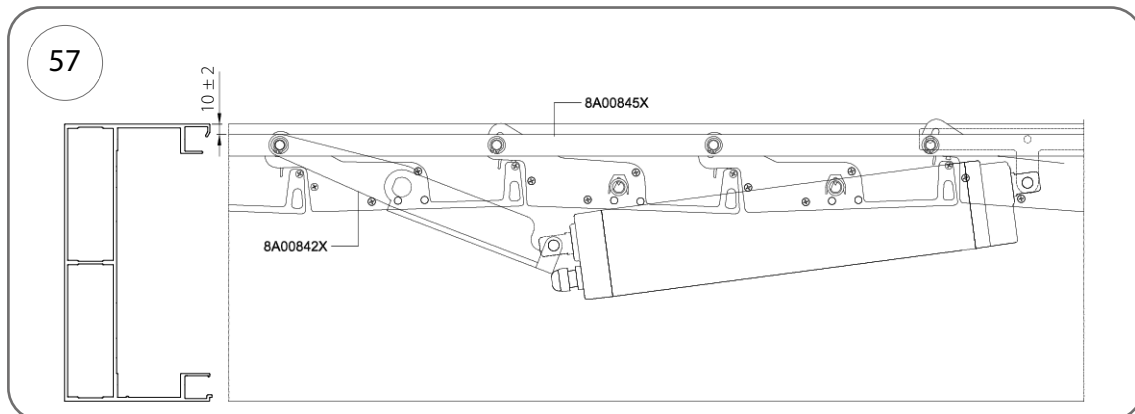

Abb. 57
3. Stellen Sie die Endposition „geschlossen“ gemäß Abb. 57 ein.